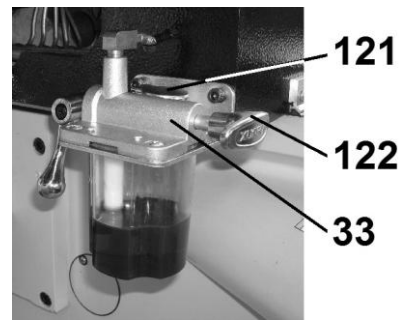

Рис. 49
11.8. Постоянно следите за уровнем масла в насосе ручной подачи (33) через смотровое окно (Рис. 49). При необходимости оттяните ручку насоса (122) добавьте в системы станка масло вязкостью 30 - 46 мм²/с. Первую полную замену масла выполните через 3 месяца и последующие - не реже одного раза в полгода.